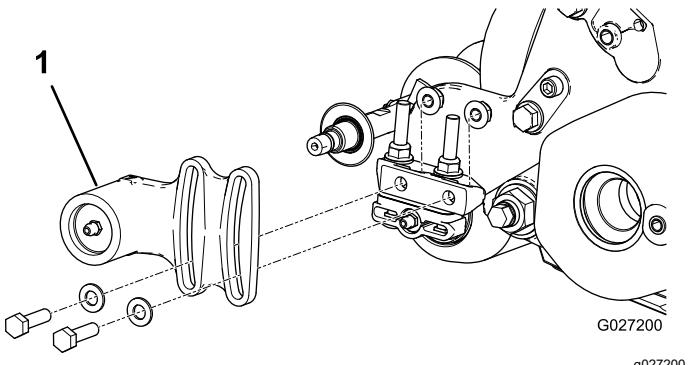
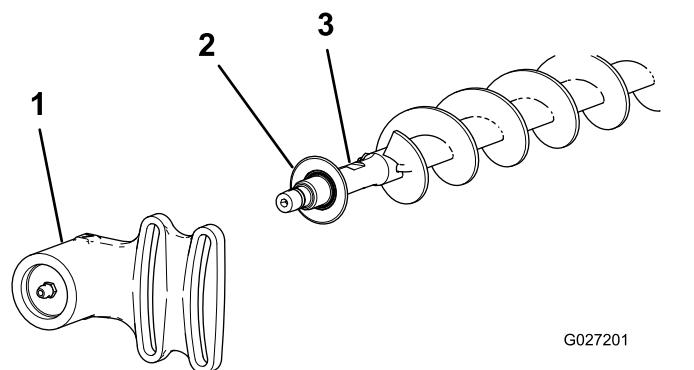

Figura 19
Figura 20
suporte de montagem da caixa de rolamentos (Figura 19 e Figura 20).
2. Deslize a caixa de rolamentos do lado oposto à transmissão e o vedante de eliminação de sedimentos do eixo das escovas (Figura 20).
- Instale o vedante de eliminação de sedimentos e a caixa de rolamentos do lado oposto da transmissão no eixo da escova (Figura 20).